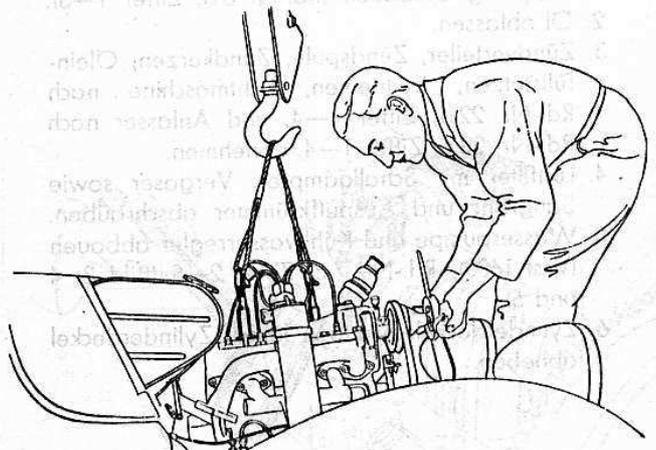

Bild 2
18. Motor anseilen, mit Hebezug vorsichtig schräg nach oben herausheben und in Montagebock absetzen (Bild 2).